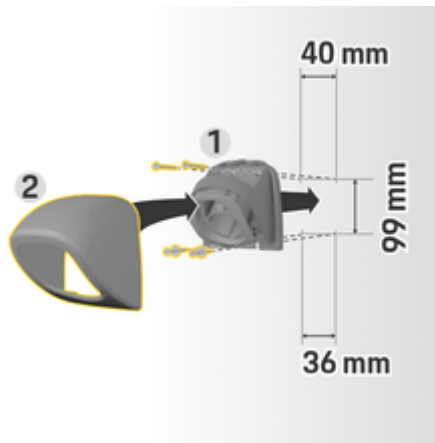

Рис. 8: Размеры под отверстия
1. Извлеките крепление соединителя 1 (Рис. 8) из кожуха 2 (Рис. 8).
4. Привинтите крепление для штекера 1 (Рис. 8) к стене.
5. Наденьте кожух 2 (Рис. 8) на крепление соединителя снизу 1 (Рис. 8) и прижмите его сверху.